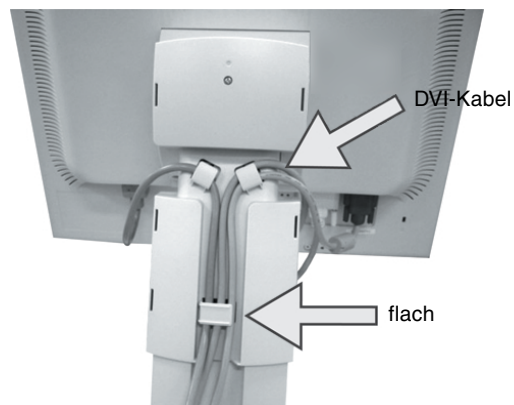

Abbildung C.3
7. Führen Sie das DVI-Kabel durch die in **Abbildung C.3** angegebenen Halterungen.
8. Sorgen Sie dafür, dass alle Kabel flach am Fuß anliegen (**Abbildung C.3**).